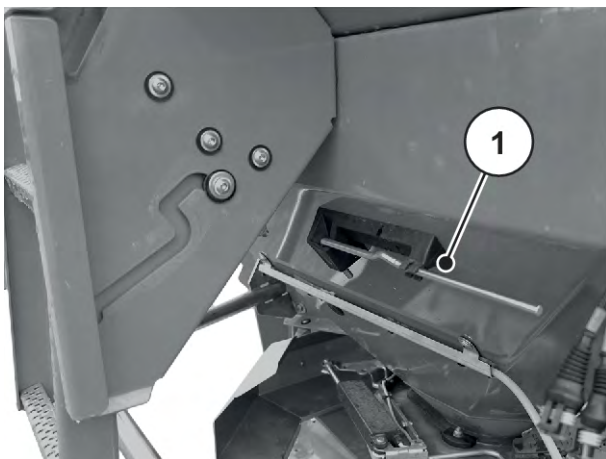

Abb. 27: Lage des Einstellhebels AXIS xx.2
- ▶ Einstellhebel wieder in die dafür vorgesehene Halterung ablegen. Siehe *Abb. 27 Lage des Einstellhebels AXIS xx.2*